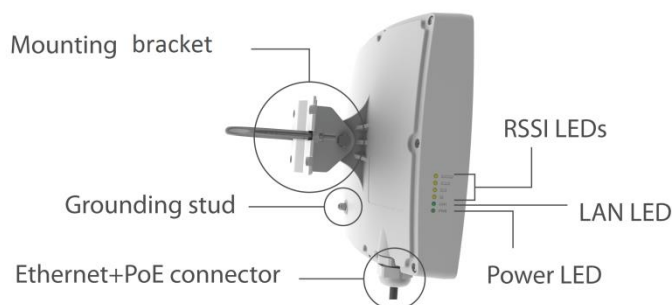

Figure 2 – Vista general del APC 5M-18 V2
Paso 2. Aterrice el APC 5M-18 V2. El equipo debe estar correctamente aterrizado para protegerse contra descargas eléctricas. El cable de tierra debe estar conectado al punto de tierra de la antena (verifique la *Figure 2 – Vista general del APC 5M-18 V2*).